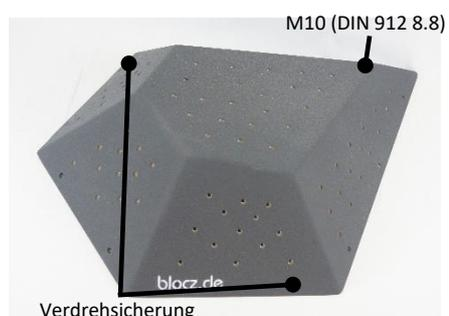
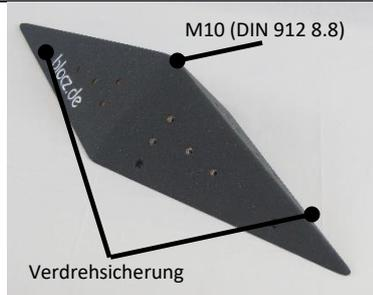
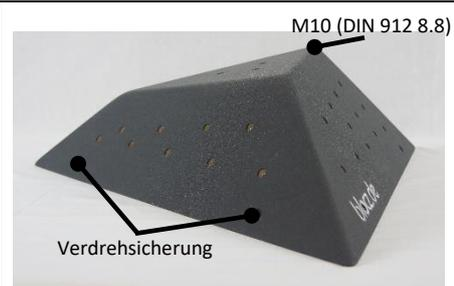

Bild 8 Befestigung „Tropfen 1200 BO“
Bild 10 Befestigung „Diamant 900 BO“
Bild 9 Befestigung „Dreieckstumpf 800 BO“
- Tropfen (Bild 8), Volumen mit Stumpfflächen (Bild 9) und Diamanten (Bild 10) müssen mind. an den abgebildeten Positionen befestigt werden